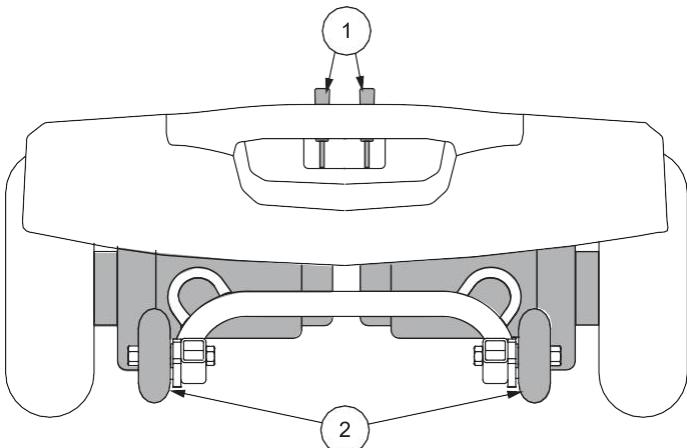

Figura 8. Componentes traseros
Para su comodidad, la Travel Scooter tiene una palanca de rueda libre manual en el motor. Las palancas de rueda libre manuales le permiten deshabilitar el sistema de conducción para maniobrar la Travel Scooter manualmente. Ver Figura 8.
1. Localice las palancas en la sección trasera de la scooter. Ver Figura 8.